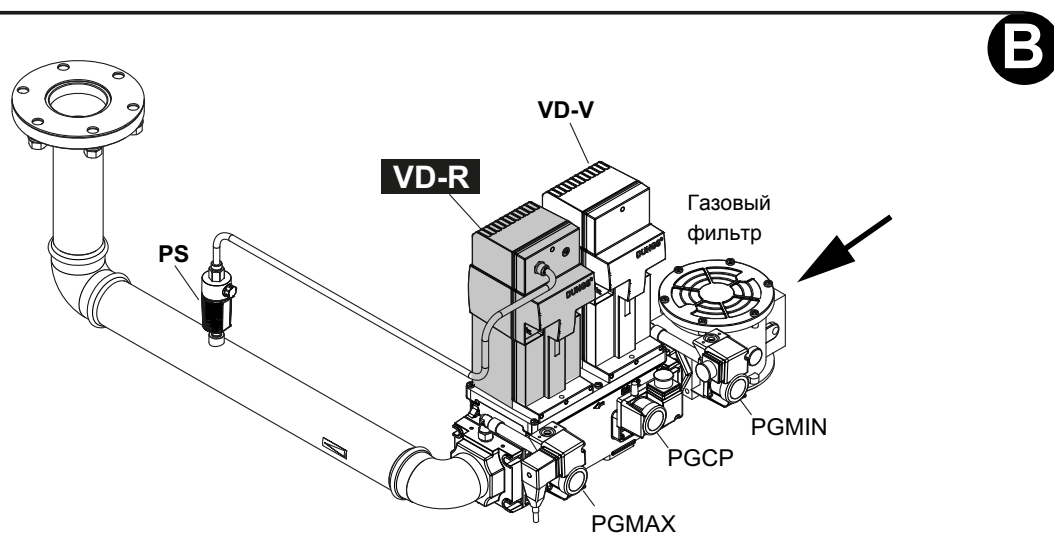

Рис. 7 - Пример газовой рампы
**ВНИМАНИЕ:** после монтажа газовой ramпы согласно схеме на Рис. 7, необходимо провести тестирование на герметичность газового контура, согласно требований действующих нормативов.